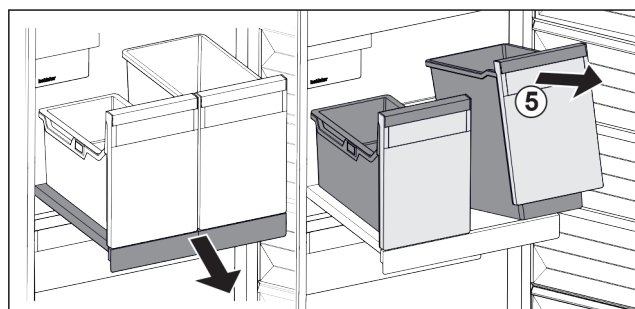

Fig. 118
- ▶ Приподнимите контейнеры *Fig. 118 (5)* спереди.